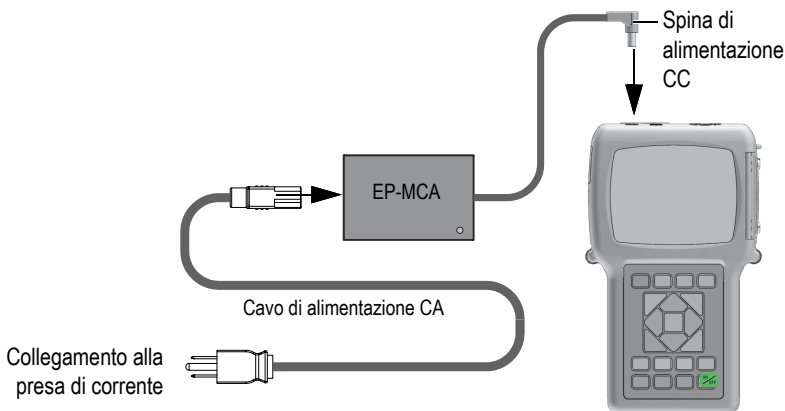

Figura 2-2 Collegamento del caricabatterie-alimentatore
1. Collegare il cavo di alimentazione CA al caricabatterie-alimentatore (codice fabbricante: EP-MCA [U8767042]) e a una presa di corrente appropriata (vedi Figura 2-2 a pagina 50).